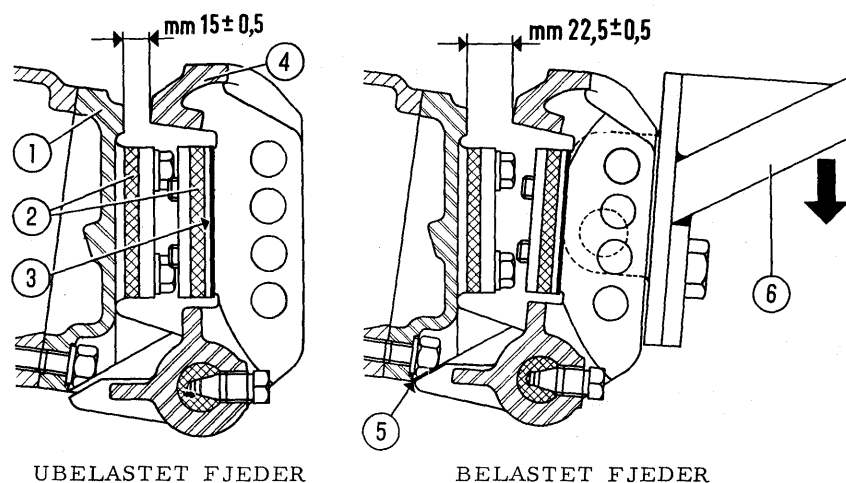

Fig. 36. Indstilling af afstanden mellem topstangsmontering og liftblok.
Anbring en stang (6) fig. 36 til højre, på topstangens plads og tryk nedad, til topstangsmonterings nederste del går mod anslaget (5). I denne stilling skal afstanden mellem topstangsmonteringen og liftblokken være $22,5 \pm 0,5$ mm, fig. 36 til højre. Er afstanden større, skal der lægges på anslaget (5) til afstanden er korrekt.